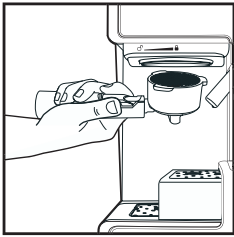
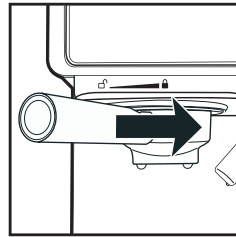

Рис. 5
Рис. 6
- Установите держатель фильтра в кофеварку. Выступы держателя (19) должны совпасть с пазами на бойлере (рис.5), после чего поверните ручку держателя фильтра (17) в правую сторону до упора (рис.6,7).